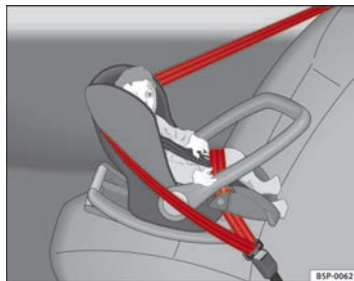

Fig. 25 Børnesæde monteret mod kørselsretningen på baksædet – gruppe 0
**Gruppe 0:** Til babyer indtil ca. 9 måneder på op til 10 kg er børnesædet på billedet ⇒ Fig. 25 bedst egnet.